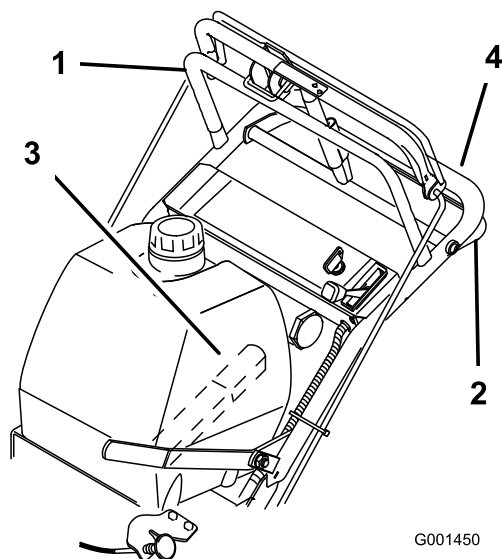
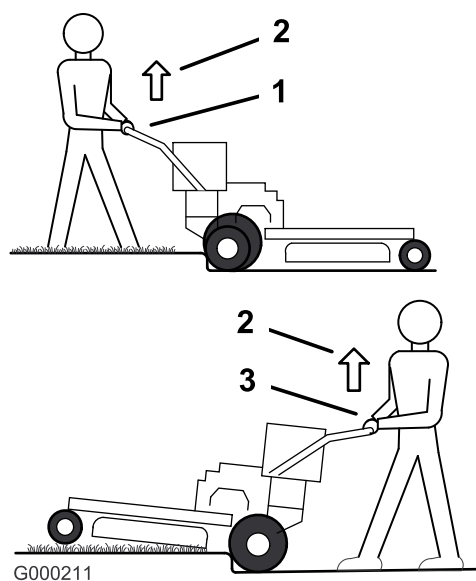
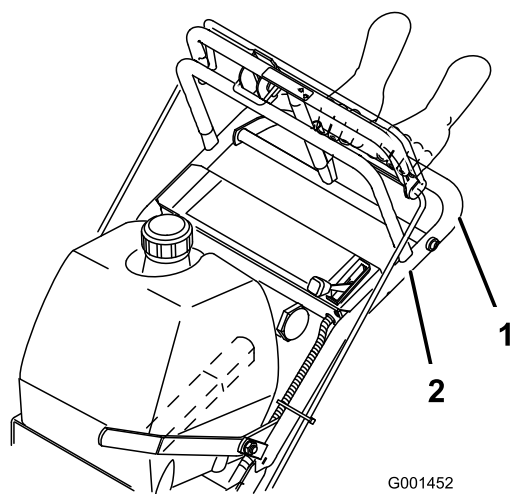

Figura 10
Figura 11
Figura 12
1. Para ir hacia adelante, mueva la palanca de cambio a una marcha hacia adelante (Figura 10).
3. Presione lentamente la barra de control superior para ir hacia adelante (Figura 10).
Para ir en línea recta, aplique la misma presión a ambos extremos de la barra de control superior (Figura 10).
Para girar, libere la barra de control superior en el sentido en que desea girar (Figura 10).
3. Apriete lentamente la barra de control inferior y el manillar para ir hacia atrás (Figura 10).
3. Conduzca la máquina hasta que las ruedas giratorias toquen el bordillo (Figura 11).
4. Levante la parte delantera de la máquina empujando el manillar inferior hacia abajo (Figura 11).
5. Conduzca la máquina hasta que las ruedas de tracción toquen el bordillo (Figura 11).
6. Baje la parte delantera de la máquina (Figura 11).
7. Al mismo tiempo, engrane la barra de control inferior y levante el manillar inferior para conducir la máquina por el bordillo (Figura 10 y Figura 11).
3. Haga retroceder la máquina hasta que las ruedas de tracción toquen el bordillo (Figura 11).
4. Al mismo tiempo, engrane la barra de control inferior y levante el manillar inferior (Figura 10 y Figura 12).